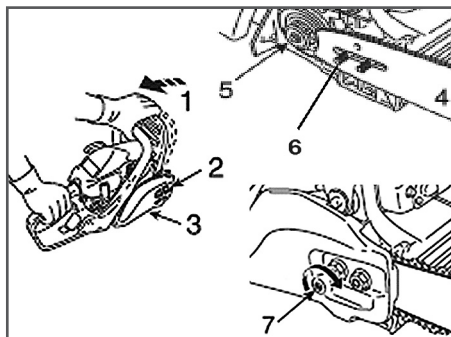

Рис. 2 Установка шины
1. Перед установкой шины и цепи убедитесь в том, что тормоз цепи находится в расторможенном положении. Для этого ручку тормоза 1 (Рис.2) потяните на себя до щелчка.
2. Открутите гайки 2 и снимите крышку шины 3 (Рис. 2).
3. Установите шину 4 пазом на шпильки крепления шины 6 и передвиньте ее в сторону муфты сцепления 5 для облегчения установки цепи (Рис. 2).
- Вращая винт шестерни натяжения цепи 7 (Рис. 2) против часовой стрелки, установите палец натяжителя в крайнее левое положение. Установите на место крышку шины 3 (Рис. 2).
- Отрегулируйте натяжение цепи (см. раздел РЕГУЛИРОВКА НАТЯЖЕНИЯ ЦЕПИ) вращая винт шестерни натяжения цепи 7 (Рис. 2) по часовой стрелке.